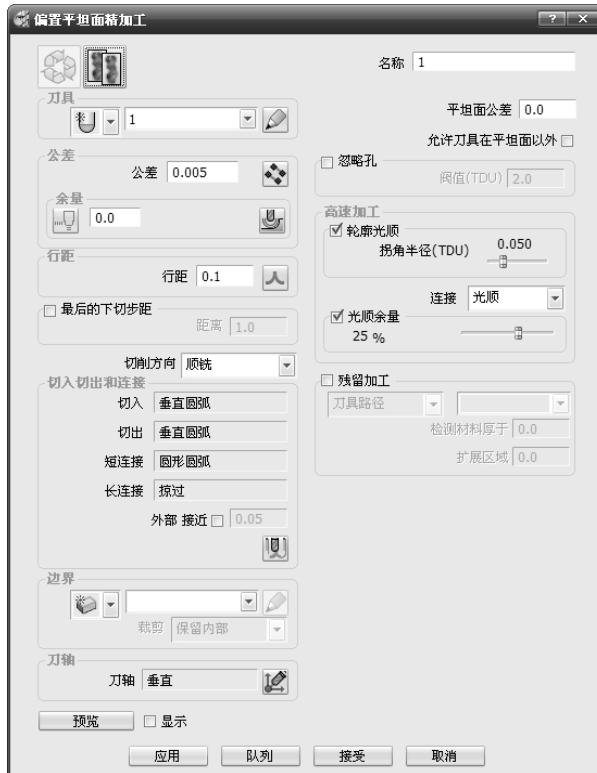

图 2-57 “偏置平坦面精加工”对话框
8) 单击主工具栏上的“刀具路径策略”按钮 $\text{P}$ ，弹出“策略选取器”对话框。单击“精加工”选项卡，选中“偏置平坦面精加工”选项，单击“接受”按钮，弹出“偏置平坦精加工”对话框。设置“行距”为 0.1，设置“平坦面公差”为 0.0，选择“高速加工”中的“轮廓光顺”和“光顺余量”复选框，如图 2-57 所示。